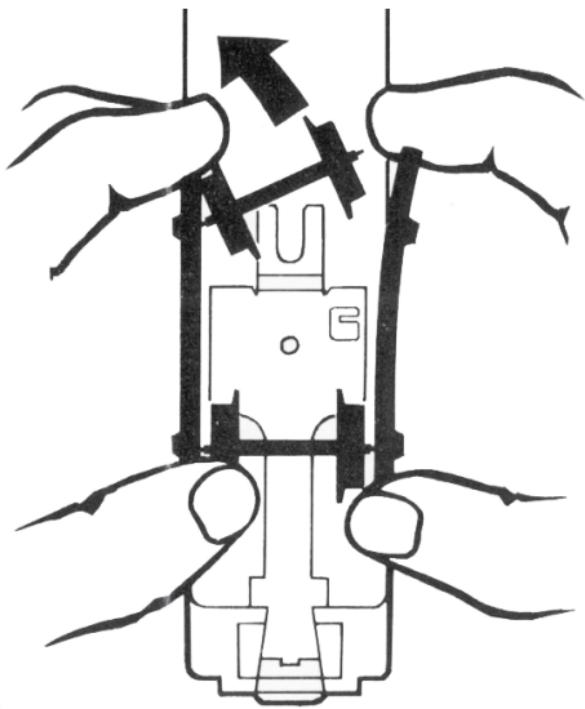

Fig. 2
3. Inneren Radsatz des betreffenden Drehgestells entfernen. Hierzu Drehgestellseitenteile leicht auseinander drücken (Fig. 2).
3. Remove the inner set of wheels from the bogie concerned by bending the sides of the bogie slightly outwards (fig. 2).
3. Retirer l'essieu intérieur du bogie correspondant. Pour y parvenir il faut légèrement écarter les longerons du bogie (Fig. 2).
3. Het naar het midden van het rijtuig gekeerde wielstel van het betreffende draaistel er even uit nemen, waarvoor de zijwanden daarvan ter plaatse van het wielstel voorzichtig iets van elkaar worden getrokken (Fig. 2).
3. Retirar el juego de ruedas interior del correspondiente bogie. Para ello separar ligeramente las partes laterales del bogie (fig. 2).
3. Allontanare l'asse interno con ruote dal rispettivo carrello. A questo scopo scostare leggermente le fiancate del carrello stesso (Fig. 2).
3. Avlägsna boggins inre hjulsats genom att försiktigt böja ut boggiramens sidor (fig. 2).
3. Fjern bogiens indre hjulpar ved at trække bogiesidestykkerne let fra hinanden (Fig. 2).